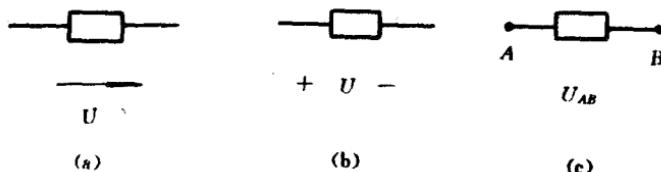

图 1-5 电压方向的表示法
(1)用一个箭头表示,如图 1-5(a)所示。
(2)用“+”表示高电位,用“-”表示低电位,如图 1-5(b)所示。
(3)用双下标法表示,如图 1-5(c)所示,电压  $U_{AB}$  表示电路中 A、B 两点之间的电位差。